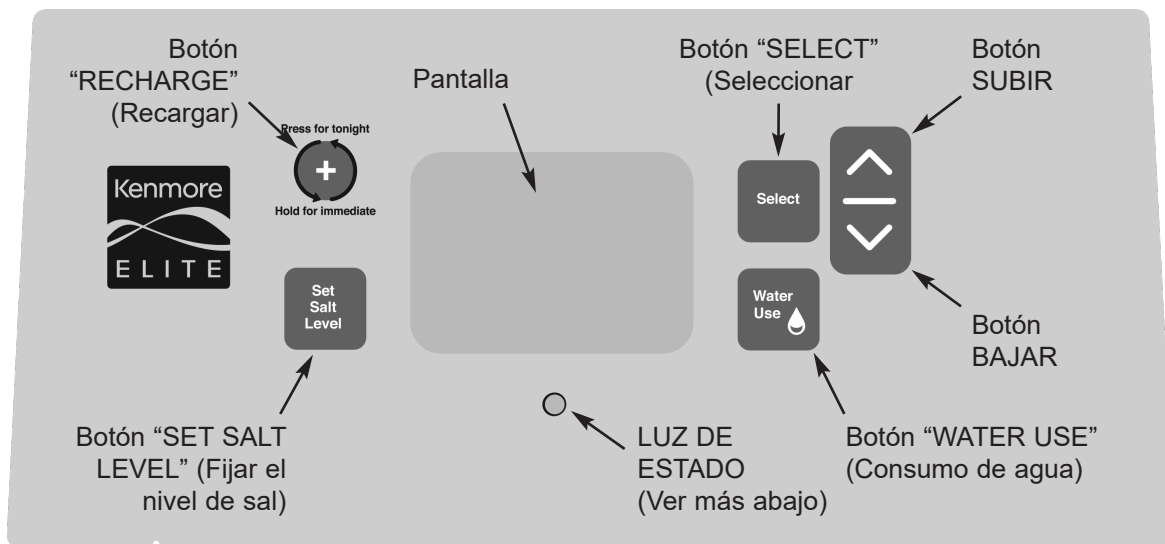

FIG. 16
5. Inicie un ciclo de regeneración; para ello mantenga oprimido por 3 segundos el botón REGENERATION (regeneración) (vea la Fig. 16 en la página 14). Comenzará a funcionar el motor de la válvula y esta avanzará a la posición "Fill" (llenado).